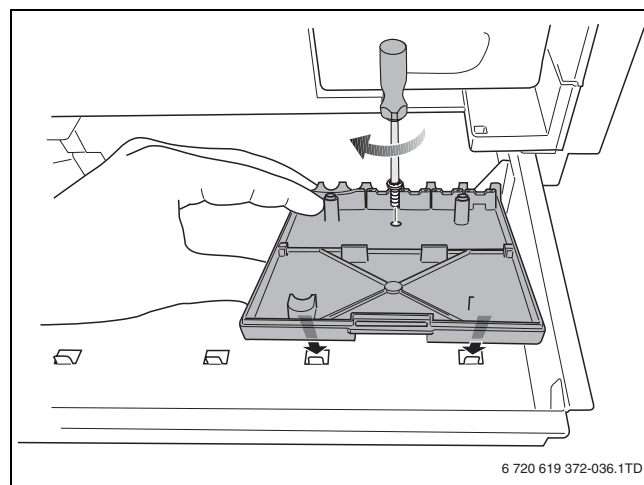

Fig. 45 Montaggio del supporto a muro
- Installare il supporto a muro (accessorio del modulo funzione) nell'alloggiamento desiderato del cassetto (→ fig. 45).